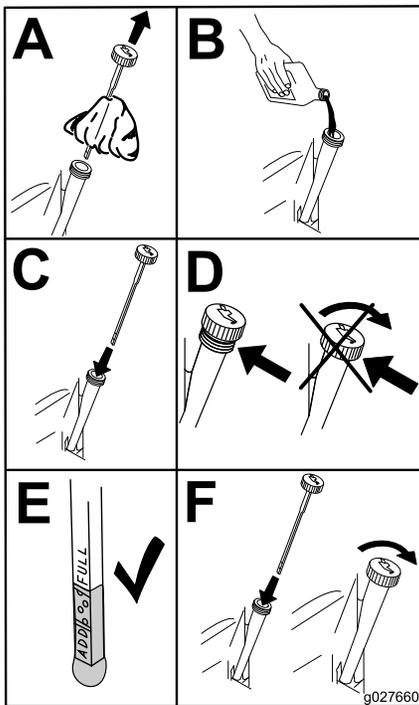

Figura 54
- Versate lentamente circa l'80% dell'olio indicato nel tubo di rifornimento e sempre con cautela rabboccate l'olio necessario per portarlo alla tacca di **Pieno** (Figura 54).